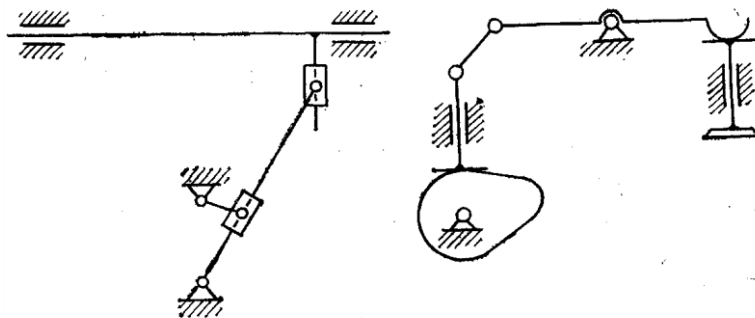

Рис. 1.13,14.
59. В каком из четырех ответов правильно указано число степеней свободы изображенного на рис. 1.13 механизма?